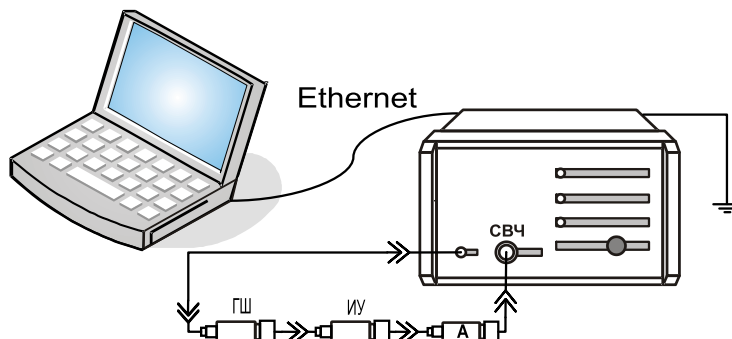

Рисунок 4.5 – Схема измерений ИУ без преобразования по частоте или с внутренним генератором и ФНЧ
**Шаг 3.** Собрать измерительную схему (см. рисунок 4.5 и 4.6):